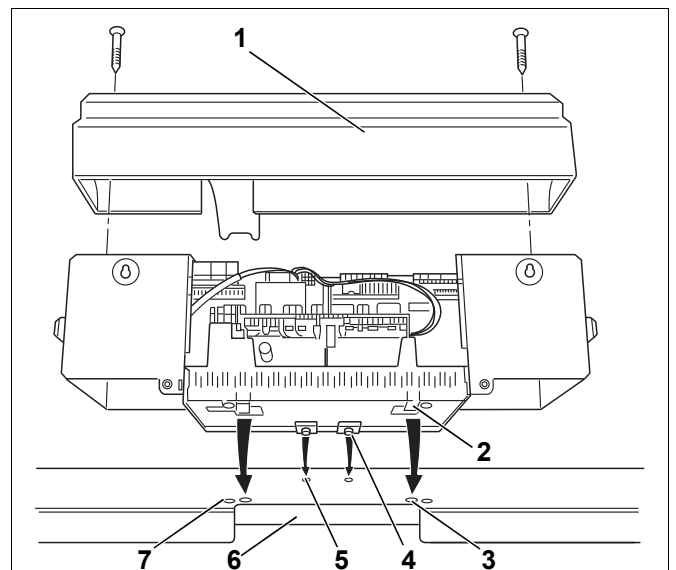
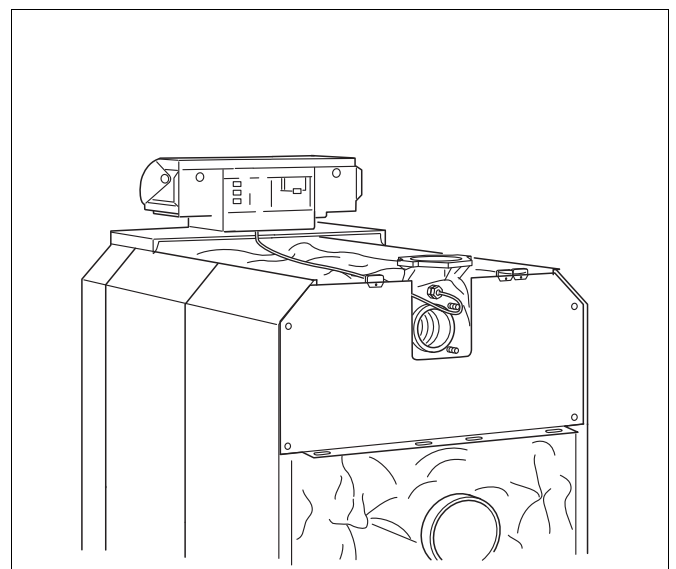

Рис. 60 Установка системы управления
Рис. 65 Котёл с установленной системой управления
На рис. 60 изображен вид сзади системы управления и передней крышки "А".
- ▶ Отверните два винта на крышке клеммной коробки (рис. 60, [1]). Снимите крышку вверх.
- ▶ Установить систему управления. Вставьте крюки (рис. 60, [4]) системы управления в овальные отверстия передней крышки котла (рис. 60, [5]). Сдвиньте систему управления вперед и затем откиньте назад. Эластичные крюки (рис. 60, [2]) должны войти сзади в прямоугольные отверстия передней крышки котла (рис. 60, [3]).
- ▶ Закрепите цоколь системы управления к передней крышке котла справа и слева от прохода для кабеля (рис. 60, [6]) двумя саморезами (рис. 60, [7]).
- ▶ Закрепите крышку клеммной коробки (рис. 60, [1]) двумя саморезами на цоколе системы управления (рис. 65).